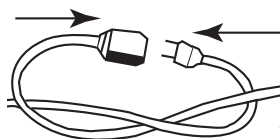

Fig. 8
- Branchez la fiche du cordon d'alimentation dans une prise électrique. Le souffleur portable **3** est prêt à l'emploi. **REMARQUE :** lors de l'utilisation d'une rallonge, utiliser uniquement une rallonge homologuée pour une utilisation externe. Faites un noeud dans la rallonge comme indiqué pour empêcher le détachement du cordon d'alimentation. **Fig. 8.**